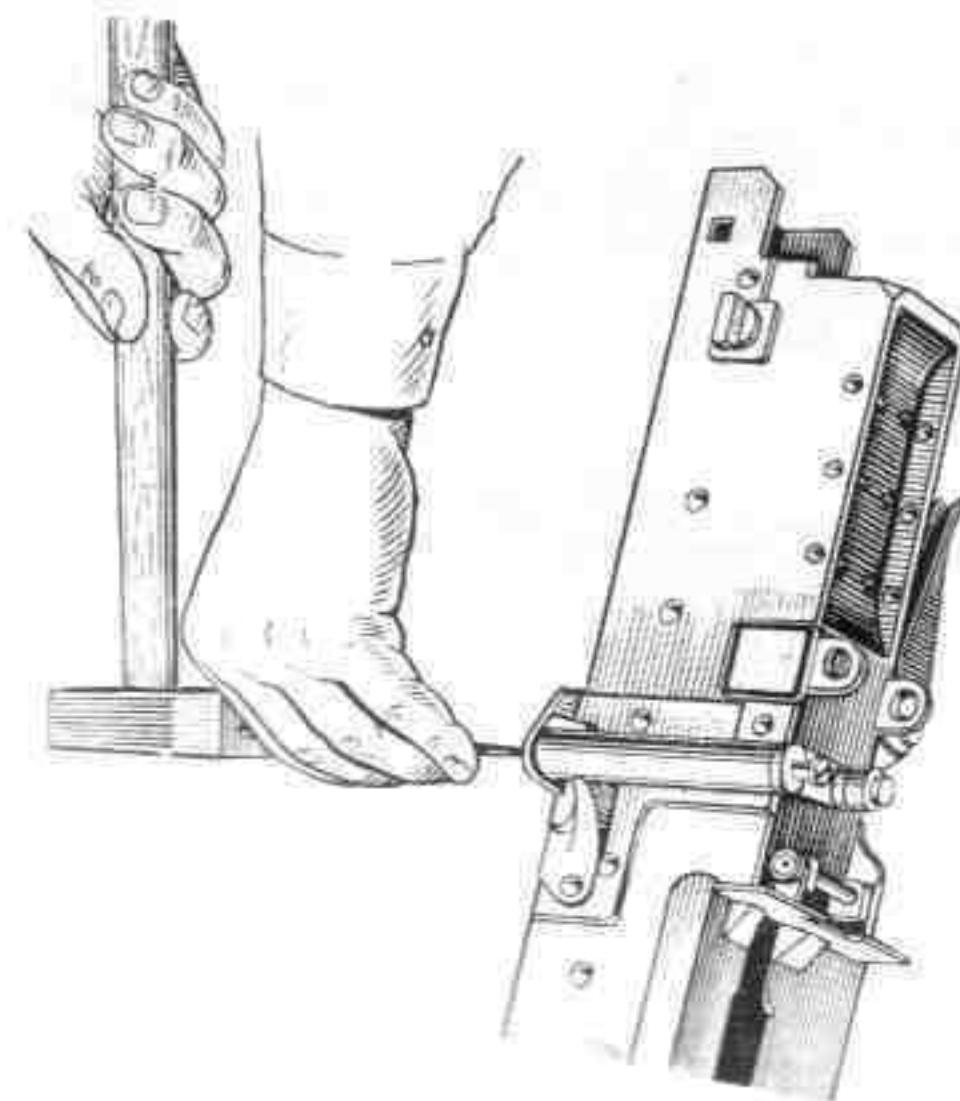

Рис. 16. Отделение оси отражателя
**3) Отделить отражатель.** Приподнять корпус отражателя и подставить выколотку под него, выбить выколоткой ось отражателя (рис. 16) и отделить отражатель с пружиной.